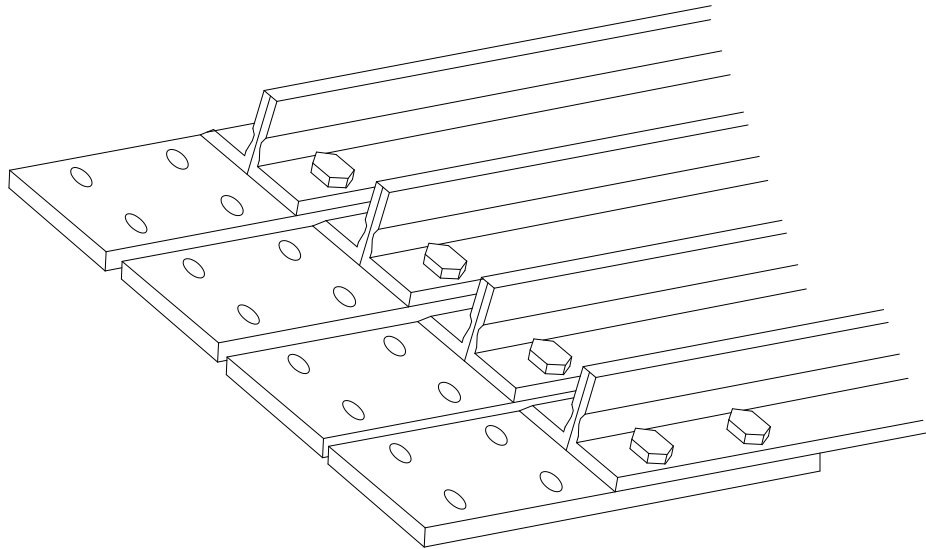

图 3-3
(1) 按总体布置图要求导轨端固定导轨座连接导轨中心应与导轨架中心相符。
(2) 导轨拼接凹凸部位须清洗，倒去锐边。在导轨的一端装上连接板见图3-3